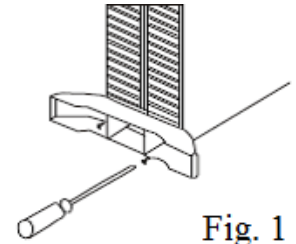

Fig. 1
13. Per il montaggio dei piedi, seguire le istruzioni di fig. 1.
Prima di utilizzare l'apparecchio, fissare i piedi, (contenuti separatamente nella scatola. I piedi devono essere fissati alla base dell'apparecchio utilizzando le 4 viti autofilettanti fornite, assicurandosi che siano collocati correttamente negli appositi alloggi che si trovano sul fondo dell'apparecchio (fig. 1)